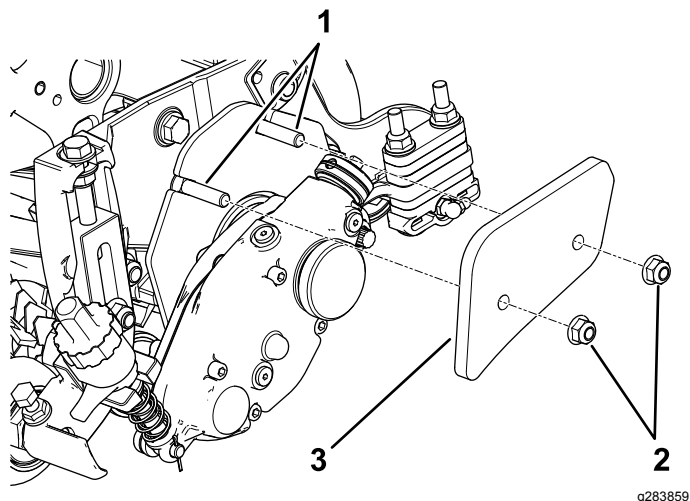

**Figura 3**
1. Retire o bocal de lubrificação do rolo de cada lado da unidade de corte que possui a caixa da escova do cilindro (Figura 3).
1. Retire as duas porcas de bloqueio flangeadas que prendem cada suporte do rolo às placas laterais, **bem como qualquer espaçador de 6 mm colocado no lado superior da flange da placa de montagem lateral** (Figura 3).